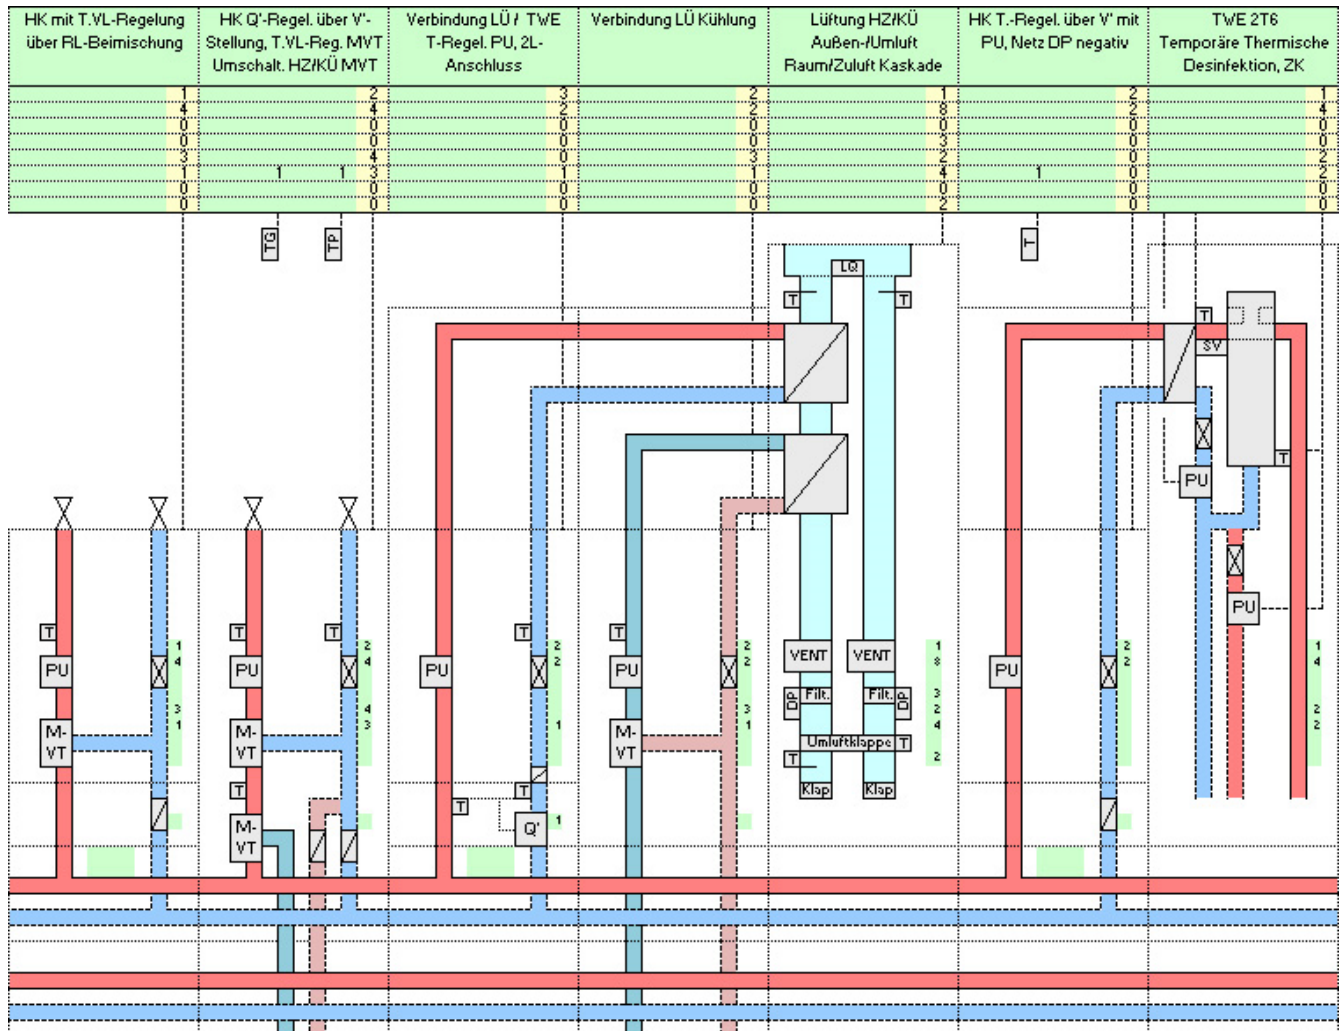

Bild 53
53. HK mit Q'./TVL-Regelung, HK mit Q'./TVL-Regelung mit Anschluss HZ/KÜ, HK mit T./TRL-Regelung und Kühlkreis mit TVL-Regelung für Lüftung, TW-Erwärmung 2T6(Bild 53)